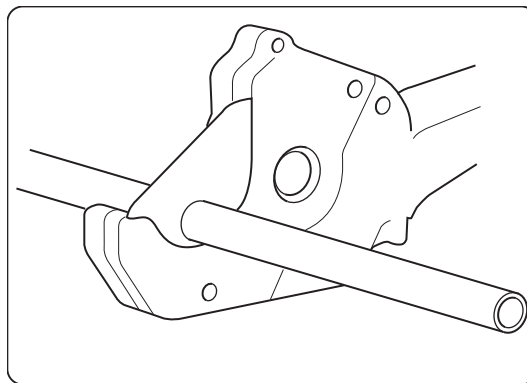

Fig. 2. Tăierea perpendiculară a țevii.
2. Tăiați țeava perpendicular pe ax cu clește sau dispozitiv de tăiat țeavă, consultați Fig. 2.